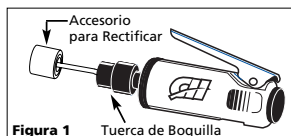

Figura 1 Tuerca de Boquilla
1. Introduzca el extremo del accesorio para rectificar dentro del orificio de la boquilla (Vea la Figura 1).